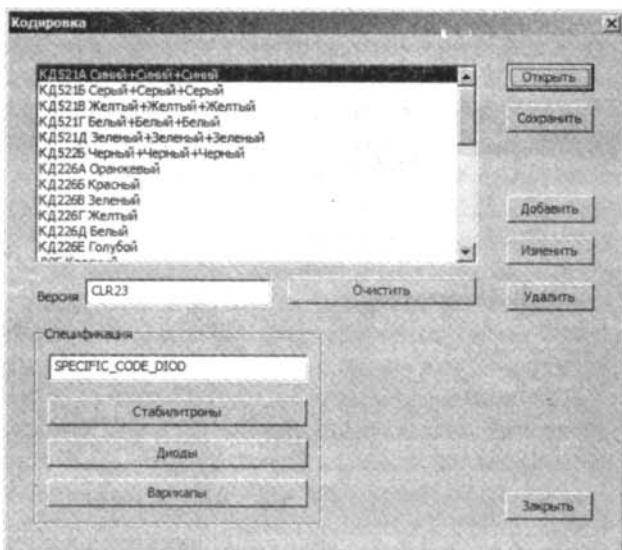

Рис. 3. Внешний вид подмодуля "Редактор базы кодировок"
- Редактор базы кодировок (рис. 3).